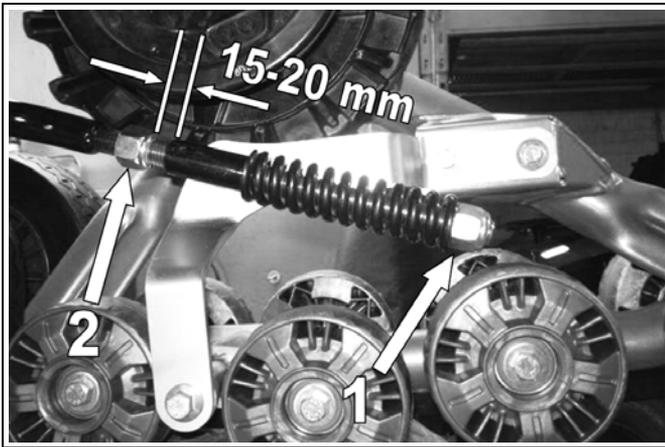

Abbildung 7
- Lösen Sie Überwurfmutter (1), die die Feder der Stabilisierungsstange zusammendrückt (siehe Abbildung 7).
- Stellen Sie Überwurfmutter (2) ein, um einen Abstand von 15-20 mm, wie dargestellt, zu erzielen.
- Drehen Sie Überwurfmutter (1) bis diese die Feder berührt, dann drücken Sie die Feder zusammen, indem Sie diese Überwurfmutter 1,5 Drehungen drehen.